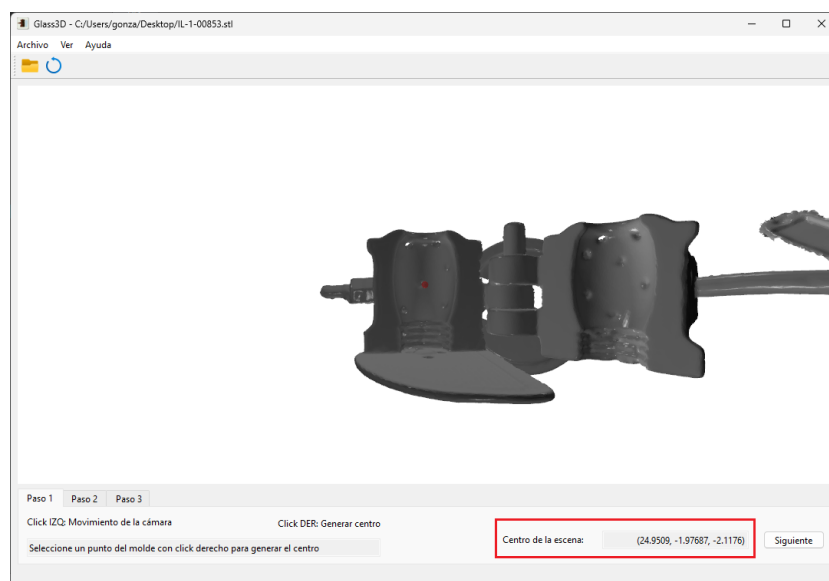

Figura 3: Definir centro: Comprobar centro generado
2. Comprobar la posición del centro generado. Figura 3